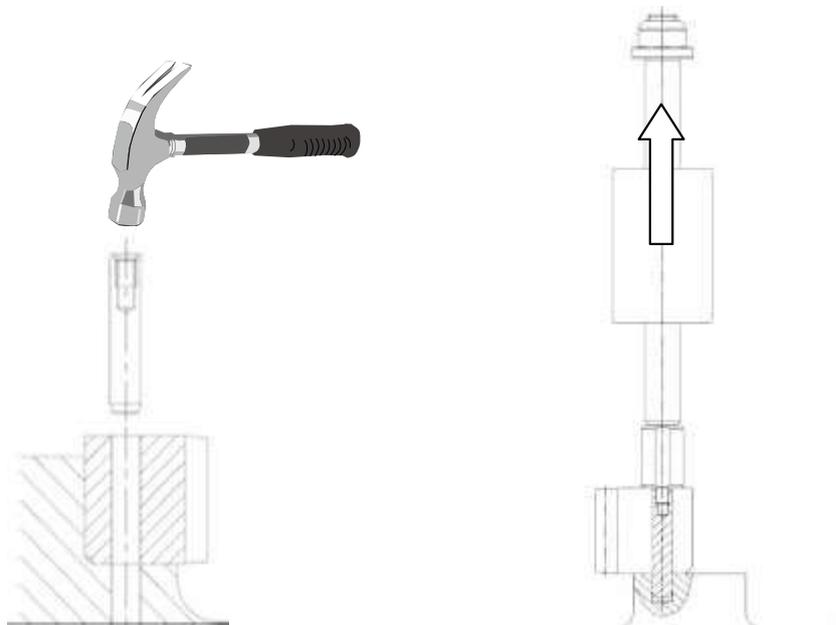

図 15
8.6 再度くずを取り除いた後、ピンを使用し機械ベースの上にラックを固定してください。簡単に取り外せるように、雌ねじピンのご使用を推奨します。図15のような特別な工具をお使いいただくと、ラックの表面を傷つけることなくピンを抜くことができます。